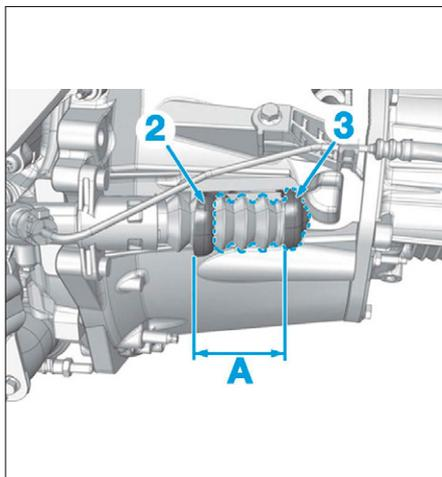

FIG. 20
- Mesurer la course "A", de la position embrayée (2) à la position débrayée (3) (Fig.20).